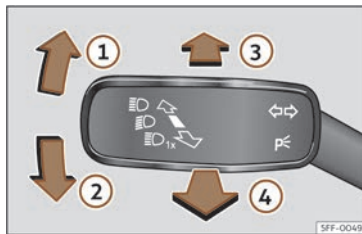

Fig. 100 Palanca dels intermitents i de llum de carretera (segons les versions).
- Des de la posició base, premeu cap endavant la palanca dels intermitents i llum de carretera >>> **fig. 100** .
- **O BÉ:** si l'assistent del llum de carretera està connectat, estireu cap enrere la palanca dels intermitents i de llum de carretera >>> **fig. 100** .